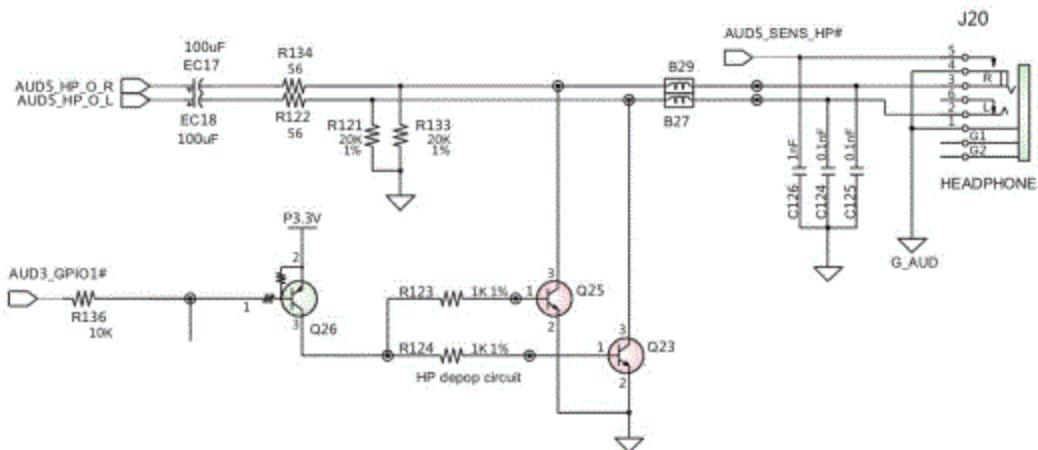

图9.50 三星笔记本电脑R710内的静音控制电路
**注意**，开关管截止时，电路的输出信号不一定是低电平，例如图9.50所示的电路。因此，开关电路的输出是高电平还是低电平与用作开关的三极管连接方式相关，应具体电路具体分析。另外应注意，NPN三极管的控制与开关动作是与PNP三极管相反的。